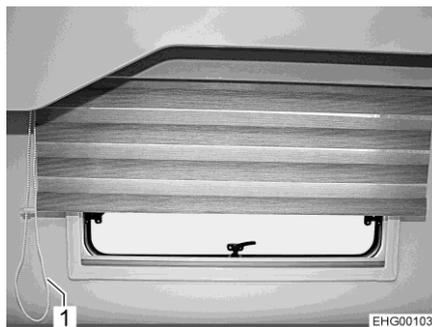

Fig. 83 Store Vario, zone arrière
- Tirer sur la corde de la chaînette (Fig. 83,1) qui ferme le store Vario-Rollo jusqu'à ce que ce dernier soit dans la position désirée.
- Tirer sur la corde de la chaînette (Fig. 83,1) qui ouvre le store Vario-Rollo jusqu'à ce que ce dernier soit dans la position désirée.